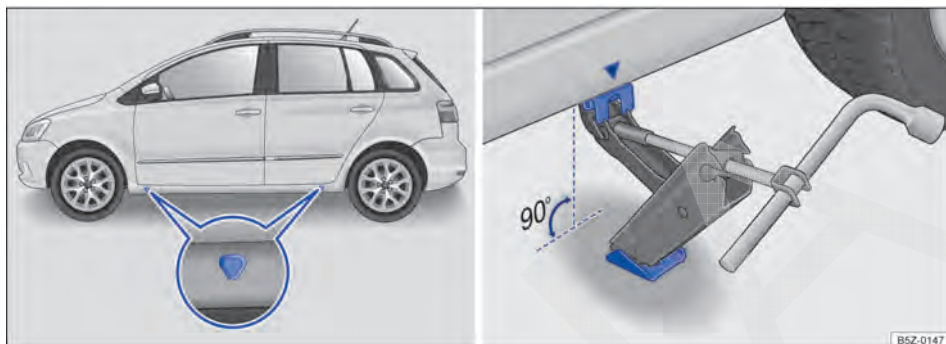

Fig. 162 Pontos de apoio do macaco e macaco posicionado no lado esquerdo traseiro do veículo.
O macaco somente pode ser posicionado nos pontos de apoio indicados (marcação na carroceria) → Fig. 162. É válido o ponto de apoio localizado próximo à roda correspondente → ⚠.
6. Procurar sob o veículo o ponto de apoio do macaco → Fig. 162 mais próximo da roda a ser trocada.
8. Garantir que a base do macaco, com toda sua superfície, esteja sobre o chão e que a base se encontre perpendicularmente abaixo do ponto de colocação → Fig. 162.
9. Alinhar o macaco e, simultaneamente, levantar a garra do macaco até ela se encaixar na travessa debaixo do veículo → Fig. 162.
- Posicionar o macaco somente nos pontos indicados. A garra do macaco deve se encaixar no perfil da longarina de forma segura → Fig. 162.